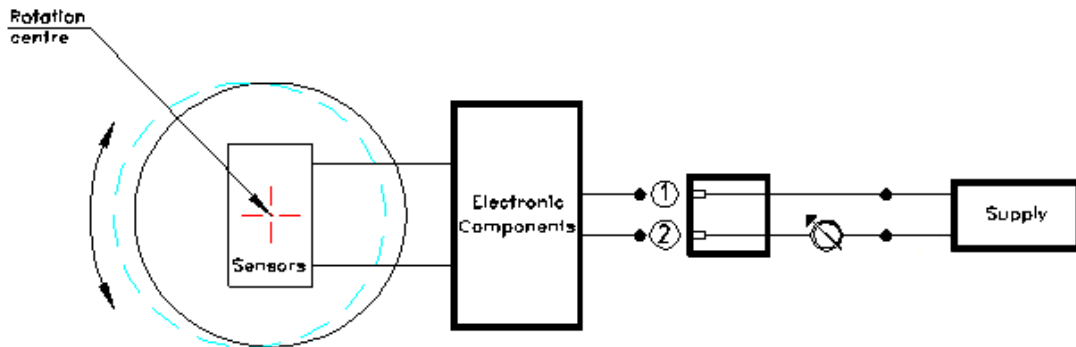

Fig. 1
Il trasmettitore elettronico di posizione STI mod.2030 è basato sull'effetto EDDY (Fig.1). La rotazione eccentrica di un tamburo viene rilevata da un gruppo di sensori e convertita in un segnale 4÷20 mA.
The operating principle of the electronic position transmitter STI mod. 2030 is based on the EDDY effect (see Fig.1). The eccentric rotation of a cylinder is detected by two sensors and converted into a 4 to 20 mA signal.
- Procedere al collegamento ad un'alimentazione 12÷32 Vdc (vedi Fig.1), utilizzando un cavo schermato.
- Solo per i modelli senza la scritta 'Only this way to adjust' sulla parte superiore del cilindro: se c'è un albero con attacco standard, allentare la vite di fissaggio(S) che collega l'albero (6) alla leva (L) in modo tale che l'albero si possa muovere liberamente; se invece vi è un attacco del tipo VDI/VDE 3845, allentare il dado (12).
- Connect a 12 to 32 Vdc supply (see Fig.1) using a screened cable.
- Just for the models without the writing 'Only this way to adjust' on the cylinder's topside: in case of standard shaft, loosen the allen screw (S) which connects the shaft (6) to the lever (L). The shaft will become free to move. Otherwise, if a VDI/VDE 3845 connection is used, loosen the nuts (12).